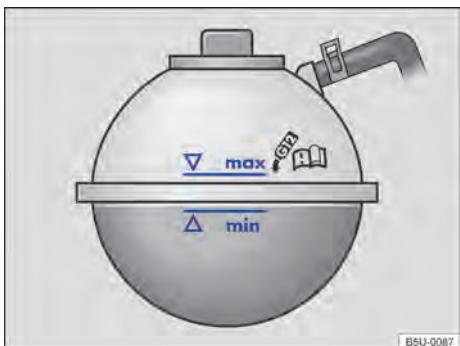

Fig. 129 No compartimento do motor: marcação no reservatório de expansão do líquido de arrefecimento do motor.
- Com o motor frio, verificar o nível do líquido de arrefecimento do motor pela marcação lateral do reservatório  Fig. 129.
- Reabastecer somente com líquido de arrefecimento do motor **novo** e de acordo com a especificação da Volkswagen ( Página 168)  ①.
- O nível do líquido de arrefecimento do motor deve permanecer dentro da marcação do reservatório  Fig. 129. **Não completar acima da marca "max"  ①!**
- Se em caso de emergência não houver à disposição o líquido de arrefecimento do motor dentro da especificação exigida, não utilizar nenhum outro aditivo do líquido de arrefecimento do motor! Em vez disso, completar somente com **água XYgtJLUXU**  ①. Depois disso, a mistura com a proporção correta de aditivo do líquido de arrefecimento do motor  Página 168 deve ser reestabelecida o mais rápido possível.
- Completar com líquido de arrefecimento do motor somente até a marca "max" → Fig. 129. Caso contrário, ao aquecer-se, o líquido excedente será expulso do sistema de arrefecimento do motor e poderá causar danos.